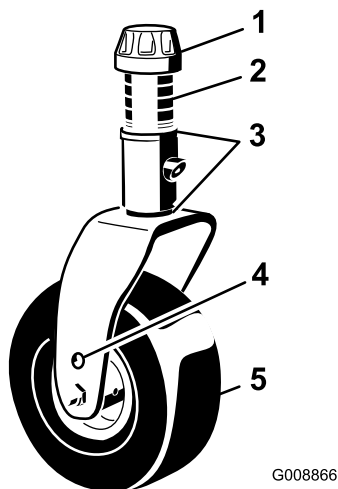
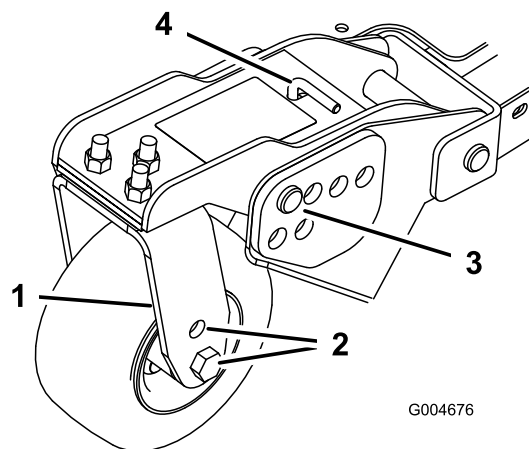
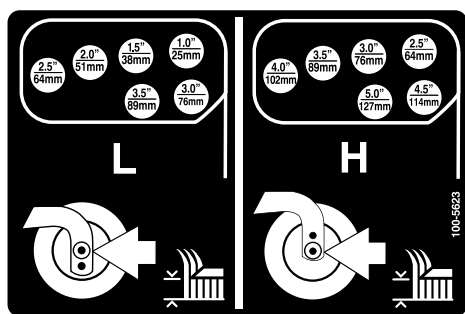

図 22
図 24
図 25
1. 全部のキャストホイールの軸をキャストフォークの同じ穴にセットどのキャストフォークもで同じ高さの穴に統一する 図 22 と 図 24。
2. スピンドルシャフトからテンショニングキャップを外し、キャストアームからスピンドルを抜き出す 図 22。
6. キャスタピボットアームからヘアピンコッターとクレビスピンを抜き取る 図 24。
7. テンションロッドを回してピボットアームの上下位置を調整し、刈り込みデッキのフレームの希望高さブラケットに合わせる 図 24 と 図 25。